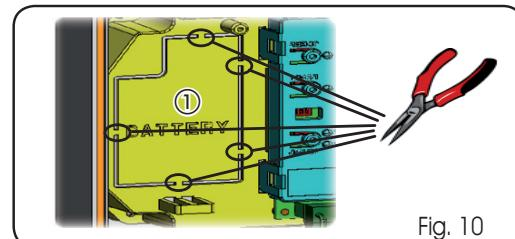

Fig. 10
El kit batería tampón ha sido pensado para ser introducido en el interior del soporte tarjeta electrónica. Dicho soporte (ref.① en Fig.10) se ha preestampado para permitir la apertura del alojamiento de la batería.